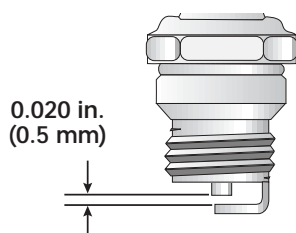

Fig. 42
3. Cambie las bujías que estén rajadas, sucias o deterioradas. Fije la separación de aire a **0,5 mm (0,020 pulgadas)** utilizando un calibrador (Fig. 42).